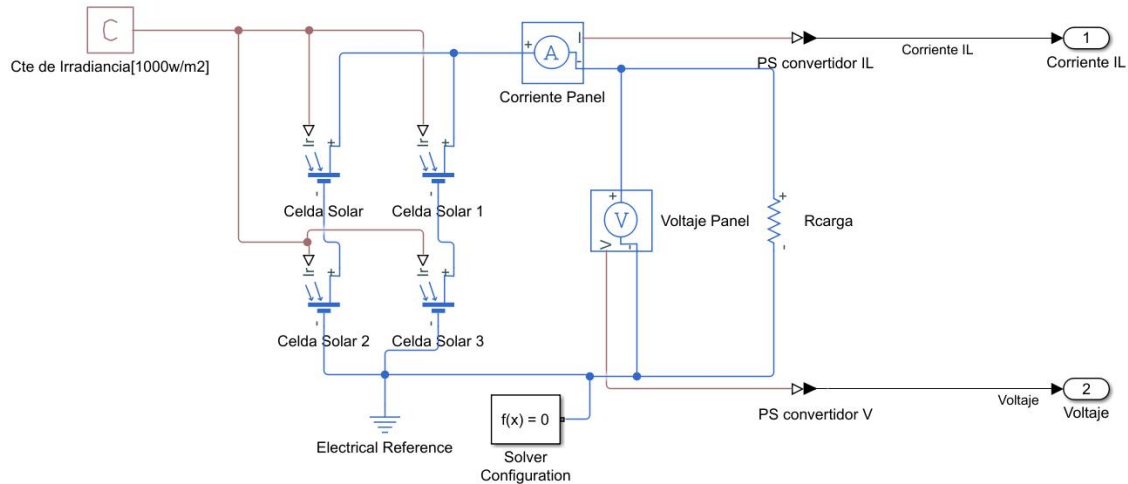

Fig. 22. Diagrama de conexión con 4 paneles en conexión mixta y una carga resistiva.
9. Realice una conexión mixta (serie-paralelo) con los 4 bloques *Celda Solar*, consultar **Fig. 22**.